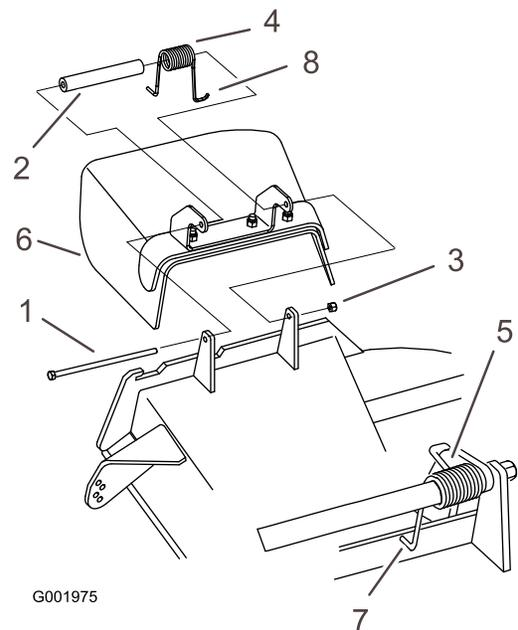

Figura 75
1. Retire la contratuerca, el perno, el muelle y el espaciador que sujetan el deflector a los soportes de pivote (Figura 75).
Nota: Asegúrese de colocar un extremo en J del muelle detrás del reborde de la carcasa antes de instalar el perno, según se muestra en Figura 75.
4. Instale el perno y la tuerca. Coloque un extremo en J del muelle alrededor del deflector de hierba (Figura 75).